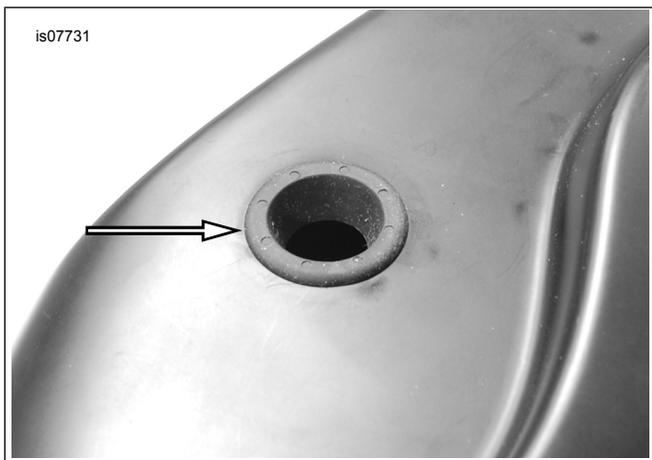

Figure 1. Œillet de levier
1. Voir Figure 1 . Poser l'œillet du couvercle d'origine dans le trou de levier.